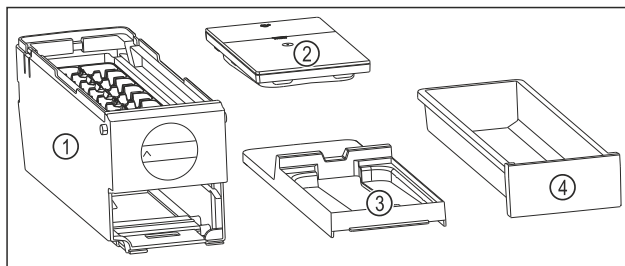

Fig. 147 EasyTwist-Ice:n osat
- EasyTwist-Ice on jaettu neljään osaan. (katso Fig. 147)
- Pura EasyTwist-Ice vain kuvissa esitettyihin osiin. (katso Fig. 147)
- Puhdista EasyTwist-Ice-runko Fig. 147 (1) kokonaisena.